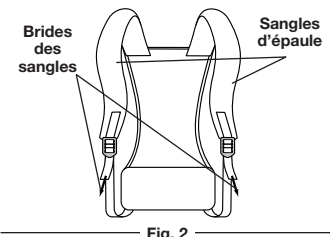

Fig. 2
- Tirez sur les brides des sangles pour serrer ces dernières (Fig. 2).